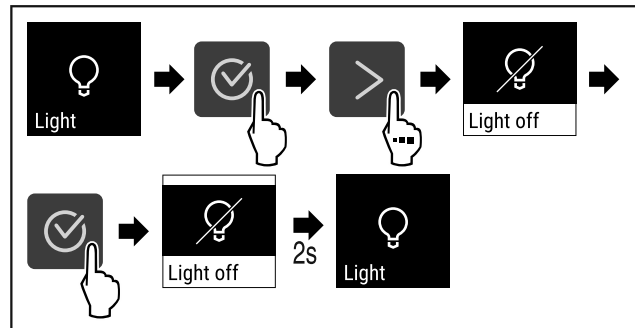

Fig. 67
- ▶ Выполните шаги действия (см. Fig. 67).